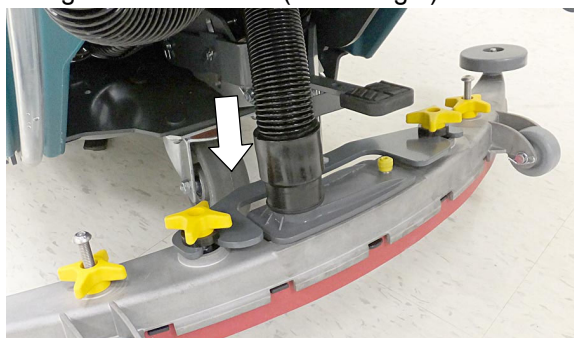

ABB. 7
3. Schließen Sie den Saugschlauch an der Wischgummi-Einheit an (Abbildung 7).